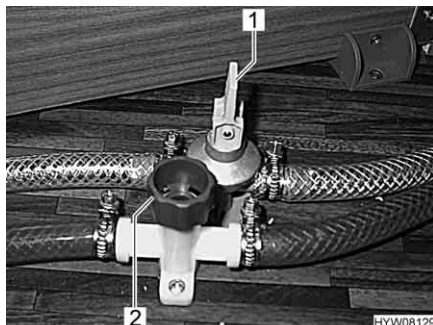

Fig. 87 Rubinetti di scarico
- Chiudere tutti i rubinetti di scarico per il boiler. Posizionare la leva a bilanciere (Fig. 87,1) orizzontalmente o ruotare il tappo (Fig. 87,2) in senso orario.
- Aprire tutti i rubinetti di scarico per il boiler. Posizionare la leva a bilanciere (Fig. 87,1) verticalmente o ruotare il tappo (Fig. 87,2) in senso antiorario.